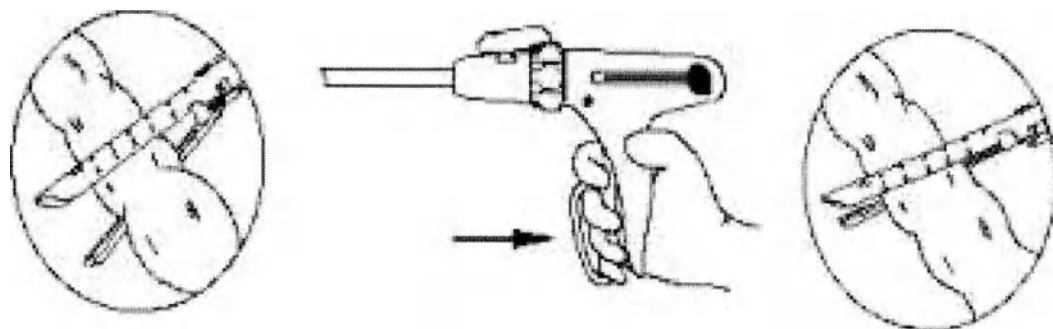

Рисунок 10.
4. Сомкните губки инструмента поперек ткани, подлежащей рассечению, полностью сжав ручку. Степлер оснащен предохранительной блокировкой, устройство не запустит степлер и не разрежет ткань, пока не будет нажата зеленая кнопка. (Рисунок 10).